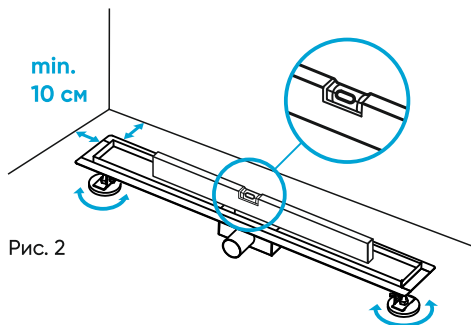

Рис. 2
1. Отрегулируйте с помощью опор и уровня расположение трапа. Рекомендованный отступ от стены до краев корпуса трапа 10 см (рис. 2).